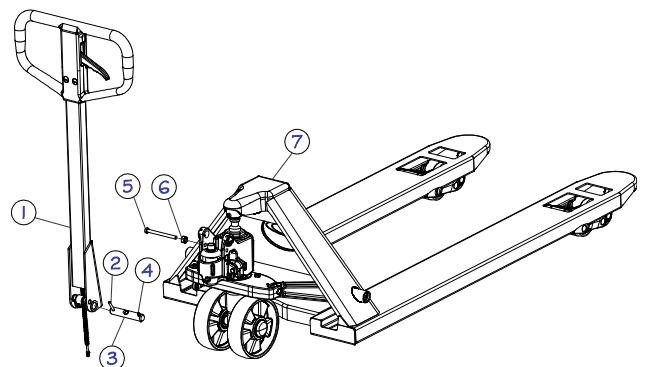

Figura 6 - Montagem da alavanca
Antes da montagem, identificar os 7 itens da ilustração ao lado (figura 6):
*Antes del montaje, identificar los 7 elementos de la ilustración al lado (figura 6):*
- Alavanca montada (1) / *Palanca Montada*
- Eixo da alavanca (3) / *Eje de la Palanca*
- Parafuso (5) / *Tornillo*
- Porca (6) / *Puerca*
- Chassi com bomba hidráulica (7) / *Chasis com Bomba Hidráulica*
- d) Abaixar a Alavanca(1) e retire o Parafuso(5) e porca(6) (Figura 6).
- d) *Baja la palanca (1) y quitar el tornillo (5) y la tuerca (6, figura 6).*